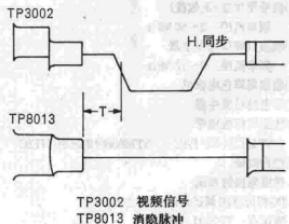

图12
- 步骤: ①将SECAM制彩条信号输入录像机;
②推入空白磁带,置录像机于录制状态;
③将示波器连接TP3002和TP8013;
④调节VR8005,使图12所示的“T”宽度为 $1.2 \pm 0.1 \mu s$ 。